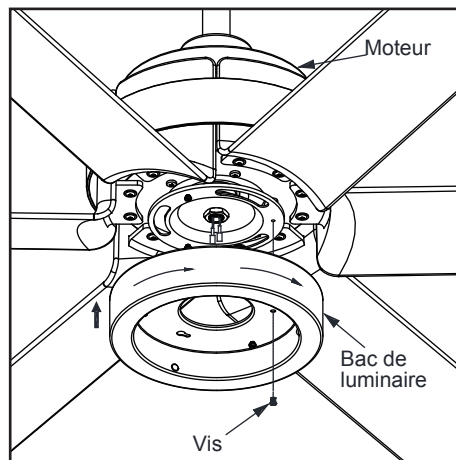

Figure 17
1. Desserrez, sans les retirer, deux des trois vis de montage du moteur du ventilateur; retirez une vis de montage. (Figure 17)
2. Poussez le bac de luminaire vers le haut jusqu'au moteur du ventilateur, de façon à ce que les deux têtes de vis desserrées tiennent dans les fentes en trou de serrure. Tournez le bac de luminaire dans le sens horaire et serrez les vis. Réinsérez la vis qui a été retirée à l'étape 1 et serrez-la fermement. (Figure 17)
3. Retirez une vis du bac de luminaire et desserrez mais ne retirez pas les deux autres vis. Connectez les fils de l'adaptateur de luminaire aux fils provenant du moteur du ventilateur en branchant les fiches d'adaptation moulées ensemble. Insérez soigneusement tous les fils et les épissures dans le capuchon d'interrupteur. (Figure 17)